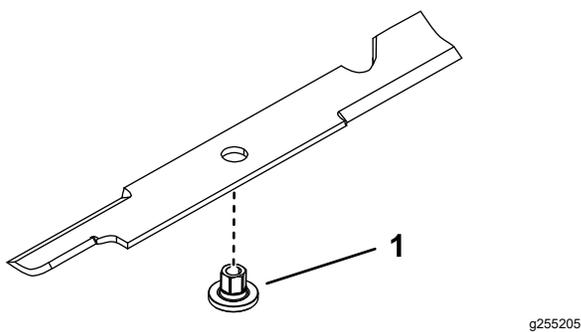

Рисунок 92
1. Вставьте втулку через отверстие в ноже так, чтобы фланец втулки был на нижней (обращенной к травяному покрову) стороне ножа (Рисунок 92).